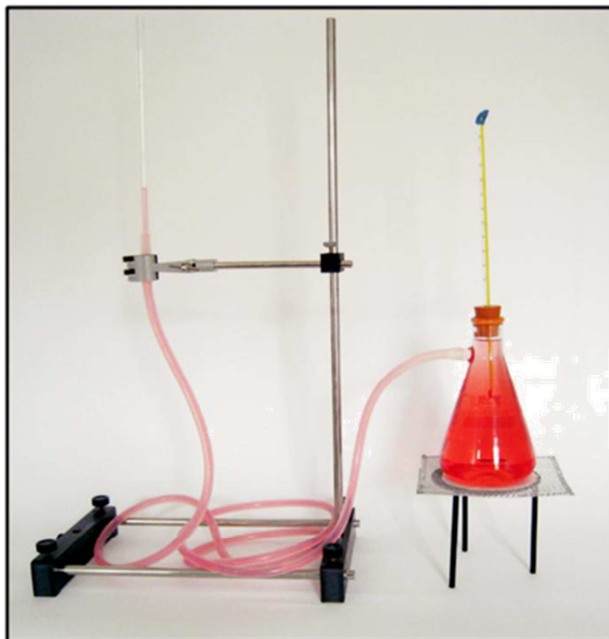

Figura 13-1
8. Marque el nivel inicial del agua en el tubo de vidrio con, por ejemplo, un rozo de cinta. Vea la Figura 13-1 para mejor comprensión del montaje.